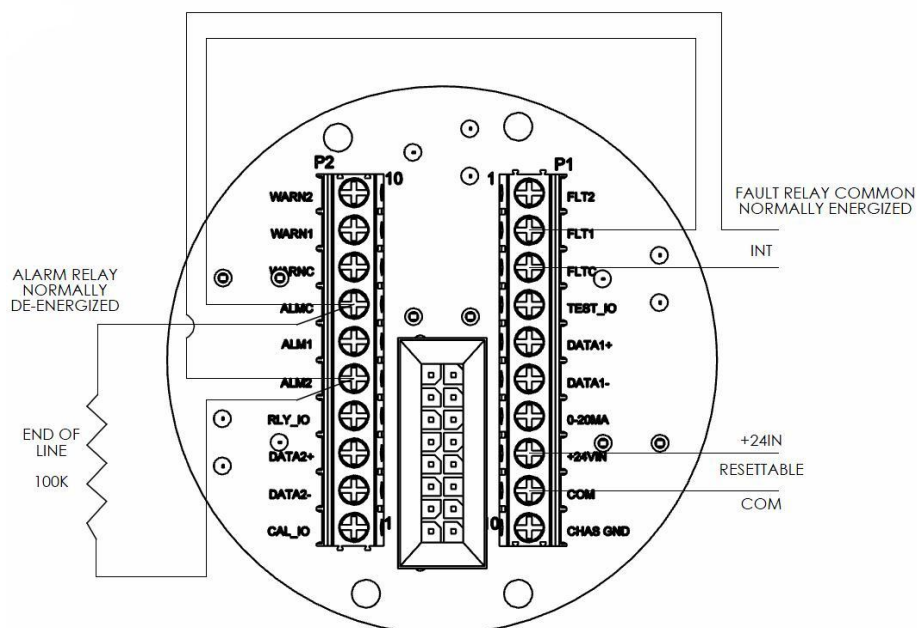

Рисунок 5: Подключение к противопожарной системе¹
1. Ослабьте невыпадающие винты (A), расположенные на оптическом модуле.
3. Смонтируйте проводку устройства по месту, следуя указаниям на схеме подключения, как показано на Рисунок 5.